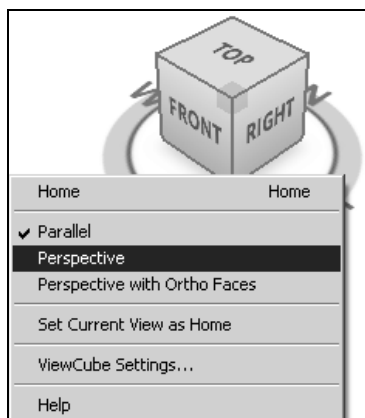

Рис. 7.6. Контекстное меню видового куба
5. Выберите из появившегося контекстного меню пункт **Perspective** (Перспективная) (рис. 7.6).